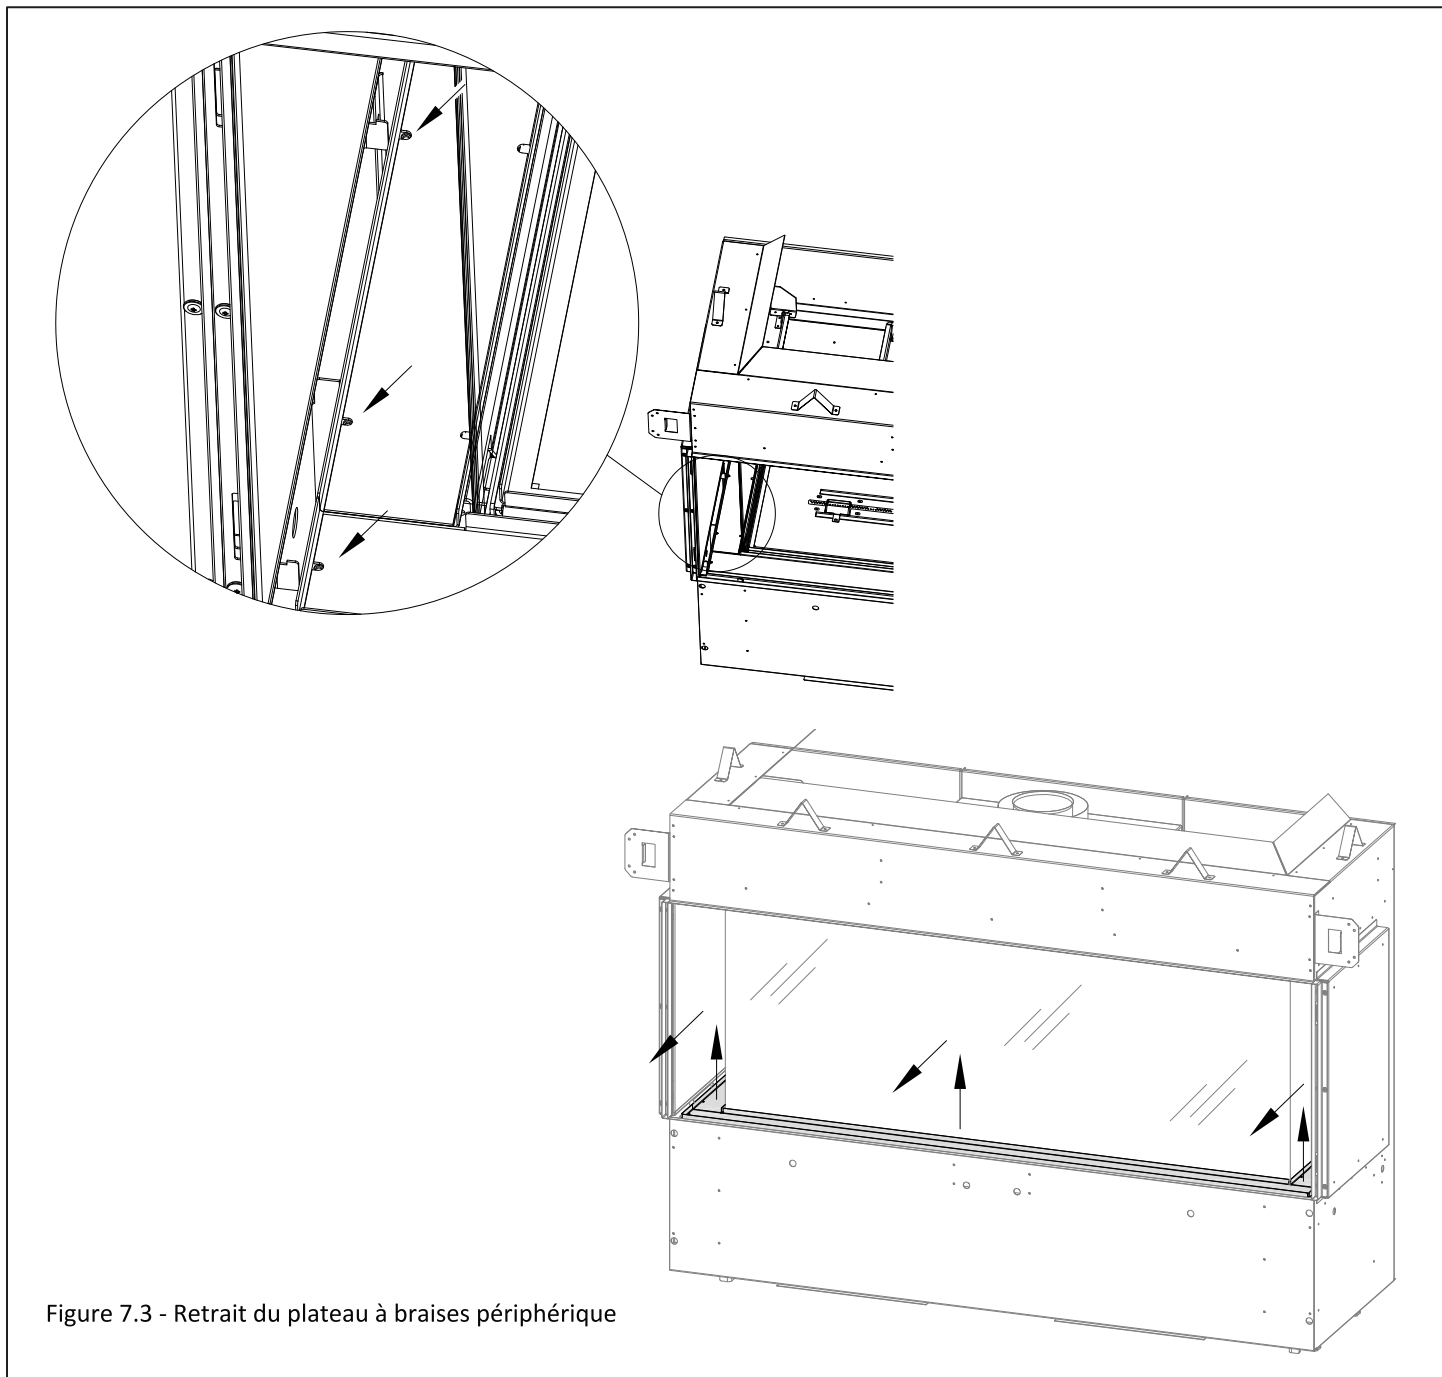

Figure 7.3 - Retrait du plateau à braises périphérique
1. Après avoir retiré la vitre de sécurité, repérez les (3) vis à métal qui retiennent chaque plateau à braises latéral et le plateau à braises avant. Voir la Figure 7.3.
2. Après avoir retiré les vis à métal, vous pouvez soulever et retirer les plateaux à braises périphériques. Voir la Figure 7.3.